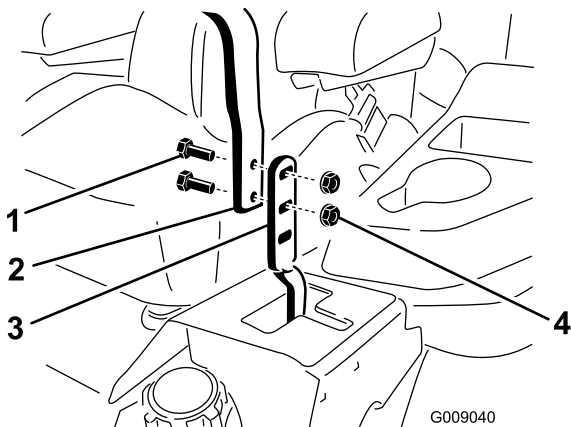

Figura 84
3. Afloje los pernos y las tuercas con arandela prensada de las palancas (Figura 84).
4. Alinee las palancas en el sentido adelante/atrás acercándolas a la posición de PUNTO MUERTO, y moviéndolas hasta que estén alineadas; luego apriete los pernos (Figura 84).